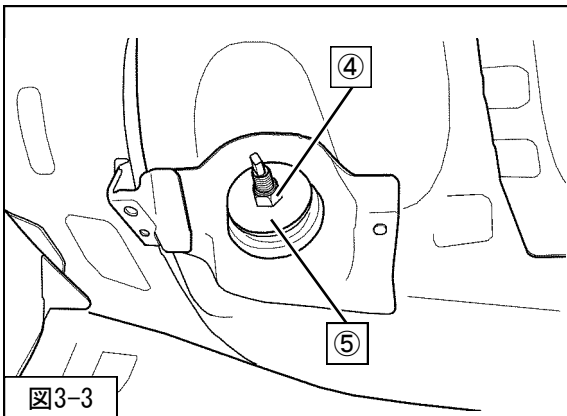

図3-3
4. ④リアショックアブソーバASSYアッパー取付ナット
⑤リアショックアブソーバアッパーワッシャを取外してください。(図3-3)